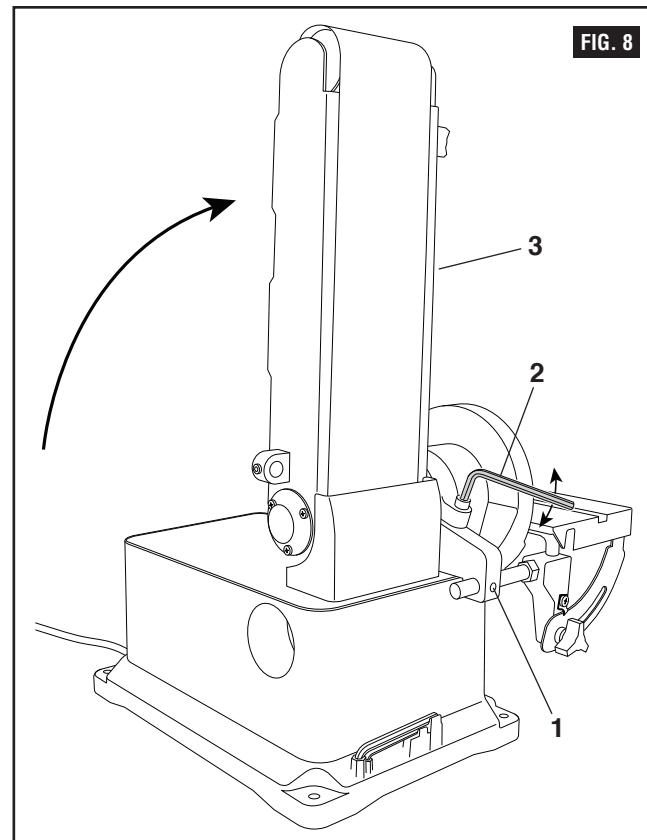
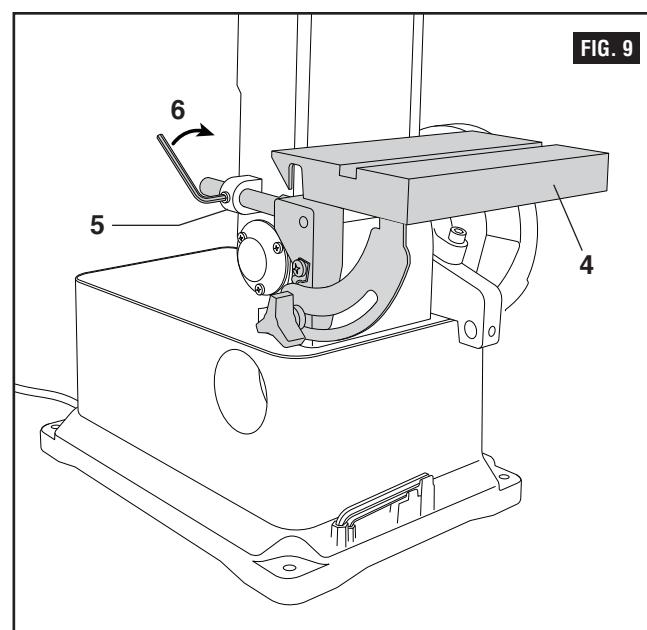

FIG. 8
FIG. 9
Montage auxiliaire pour ponçage vertical (Fig. 8 & 9)
1. Retirez l'ensemble de table en desserrant la vis de réglage à six pans (1) à l'aide de la clé six pans de 4 mm.
2. Desserrez la vis de verrouillage du lit de la courroie (2) et élévez le lit de la ponceuse à courroie (3) en position verticale, figure 8.
3. Resserrez la vis de verrouillage (2).
4. Faites glisser la table (4) sur le support de montage de la table (5) du lit de la courroie, comme illustré à la Figure 9.
5. Utilisez la clé six pans de 4 mm (6) pour fixer la table en place.